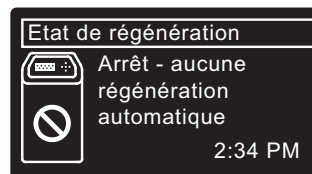

FIG. 45
6. Appuyez sur le bouton GAUCHE (◀) (deux fois à partir de l'écran d'état de la régénération) pour revenir aux écrans d'état dynamiques; si vous avez choisi **Arrêt - Régénération**, la séquence normale des écrans dynamiques s'arrêtera à l'écran montré dans la Figure 45.